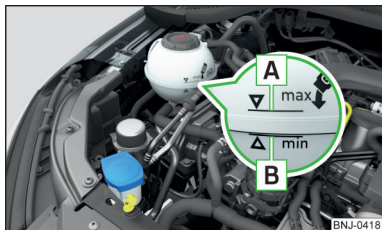

Fig. 250
Verificar el estado del líquido refrigerante - el líquido refrigerante tiene que estar entre las marcas **A** y **B** » **fig. 250.** Si el estado del líquido refrigerante está debajo de la marca **B**, rellenar el líquido refrigerante.
La **especificación** del líquido refrigerante se encuentra en el depósito de compensación del líquido refrigerante » **fig. 250.**
- No rellene el depósito de líquido refrigerante por encima de la marca **A** » **fig. 250.** El líquido refrigerante puede ser presionado por el calentamiento del sistema de refrigeración - Existe el peligro de un daño de las partes del vano motor.